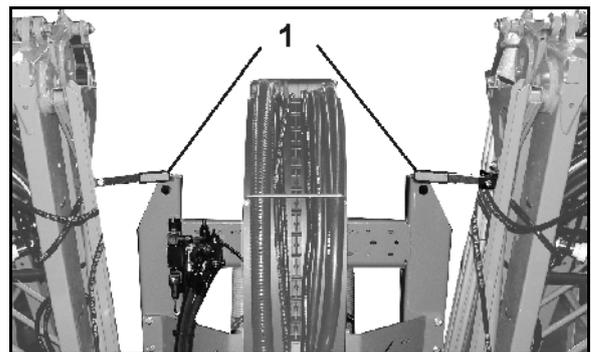

Fig. 11
- Fig. 11/...
(1) Inspeção visual do bloqueio da armação **Super-S**